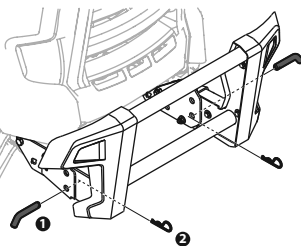

Figure 17
- Insérez les goupilles de chaque côté du grillage de protection avant d'installer les deux goupilles fendues fournies dans le sachet de quincaillerie. Voir Figure 17.